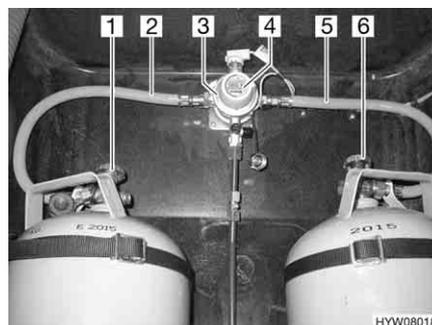
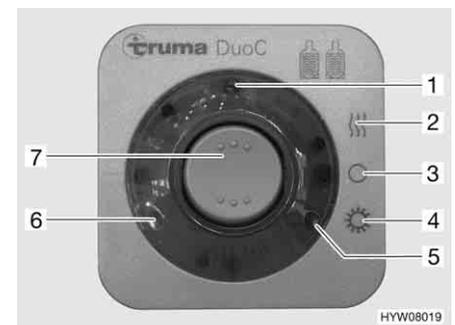

Fig. 101 Instalación de conmutación DuoControl
Fig. 102 Unidad de mando
La instalación de conmutación DuoControl se compone de una válvula selector (Fig. 101,3) y la unidad de mando (Fig. 102). La válvula selector está montada entre las gomas del gas (Fig. 101,2 y 5). Con el botón giratorio
(Fig. 101,4) en la válvula selectora se puede determinar cuál de las bombonas de gas se utilizará como bombona de servicio y cuál bombona de gas como bombona de reserva.
En la unidad de mando (Fig. 102) únicamente pueden conmutarse las funciones eléctricas. Las llaves de paso principales de las bombonas de gas (Fig. 101,1 y 6) deben abrirse a mano.
La válvula selectora garantiza una presión de gas constante independientemente de cuál sea la bombona de gas que suministre el gas. Las dos luces de control en la unidad de mando indican el nivel de llenado de la bombona de servicio. Al estar encendida la luz de control verde (Fig. 102,6), estará llena la bombona de servicio. Al estar encendida la luz de control roja (Fig. 102,5), estará vacía la bombona de servicio. Entonces, el suministro de gas se realizará a través de la bombona de reserva.
- Abrir las llaves de paso principales en las bombonas de gas (Fig. 101,1 y 6).
- Con el botón giratorio (Fig. 101,4) en la válvula selectora (Fig. 101,3), seleccionar la bombona de gas de la que habrá de tomarse el gas principalmente (bombona de servicio). Girar el botón giratorio siempre hasta el tope.
- Conectar la instalación de conmutación DuoControl en la unidad de mando (Fig. 102). Para ello, ajustar el interruptor basculante (Fig. 102,7) en modo de invierno "On y calentar" (Fig. 102,2) o en modo de verano "On" (Fig. 102,4). Ahora, estará purgada de aire la válvula selectora. La luz de control amarilla (Fig. 102,1) estará encendida al haber seleccionado el modo de invierno y estando conectado el deshelador de regulador.
- Poner el interruptor basculante (Fig. 102,7) en "O" (Fig. 102,3). La luz de control amarilla (Fig. 102,1) se apaga.
- Cerrar las llaves de paso principales en las bombonas de gas (Fig. 101,1 y 6).
Las luces de control en la unidad de mando (Fig. 102,5 y 6) señalizan en el interior del vehículo si la bombona de servicio está dispuesta para el funcionamiento.
En caso de que luz de control verde (Fig. 102,6) se apague durante el servicio y se encienda la luz de control roja (Fig. 102,5), estará vacía la bombona de gas seleccionada como bombona de servicio y deberá ser cambiada. La bombona de reserva seguirá suministrando gas a los consumidores de gas.